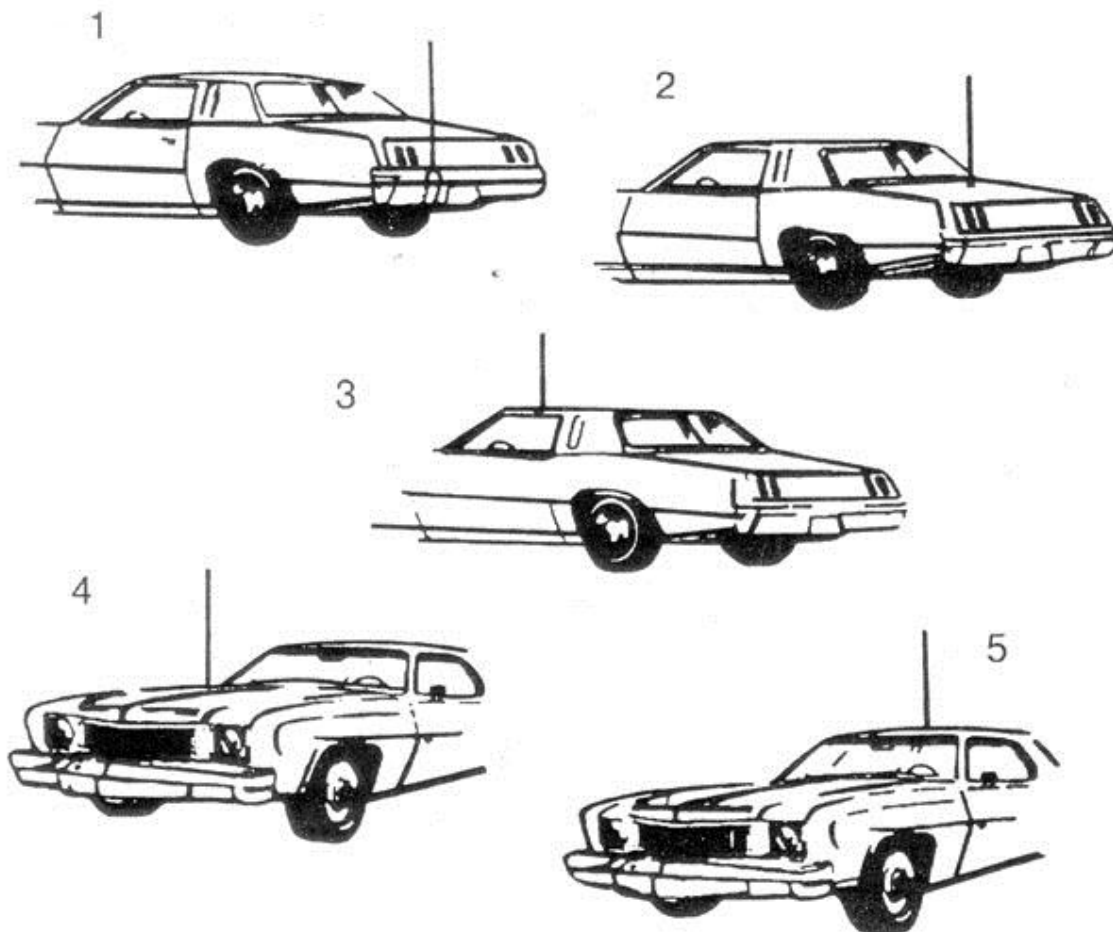

Рис. 6. Типичные места установки автомобильных антенн.
В общем случае имеются два типа антенн для мобильных Си-Би радиостанций - полноразмерный штырь длиной $1/4$ волны (2,75 м) и укороченная согласованная штыревая антенна (от 0,5 до 1,9 м). Из-за большой длины полноразмерных антенн на автомобилях применяются, в основном, укороченные антенны длиной не менее 1,2 м, в различных конструктивных исполнениях с креплением через отверстие в крыше, на кронштейне за отбортовку водостока или на магнитном основании (см. рис. 6).
На рис. 6 показаны пять типичных мест установки автомобильной антенны: (1) задний бампер, (2) задняя крышка багажника, (3) отбортовка для стока воды, (4) капот, (5) крыша.